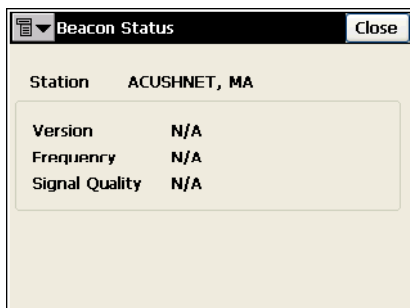

Figura 5-14. Estado del Radiofaro
- **Estado:** abre la pantalla *Estado del Radiofaro* para ver información sobre el vínculo del Radiofaro y el pupitre del receptor del Radiofaro (Figura 5-14).